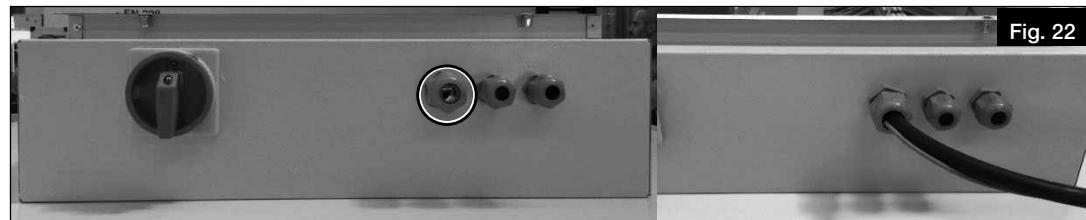

Fig. 22
3. Dévisser le presse-étoupe entouré et insérer le câble (voir Fig. 22).